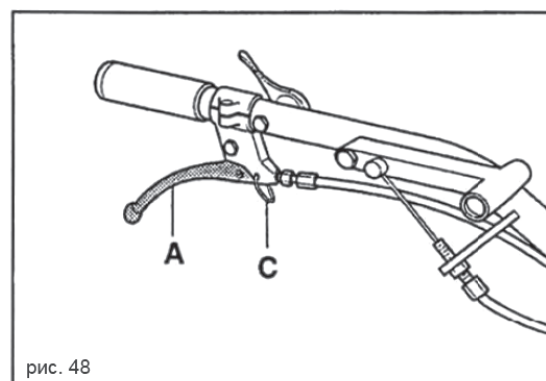

рис. 48
- 7) Смонтируйте рычаг управления **A** (Рис.48). Установите его так, чтобы он блокировал перекрёстный винт. Демонтируйте ручку.
- 9) Отрегулируйте управление, оперируя винтом остановки оболочки на рычаге управления **A** (Рис.48).
Для того, чтобы использовать тормоза в качестве парковочных, закрепите рычаг руля управления в открытой позиции, используя крючок **C** (Рис.48).